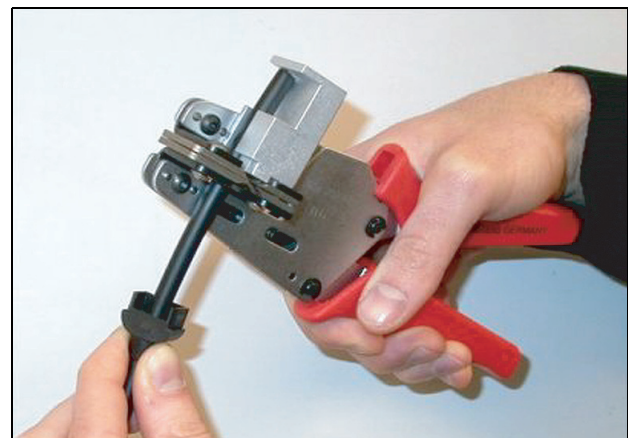

figura 30.7: Pelado del cable
- 5 Utilizando la peladora de cables (herramienta 5), retire la cubierta exterior del cable empujando el cable hasta el tope mecánico (consulte figura 30.7).